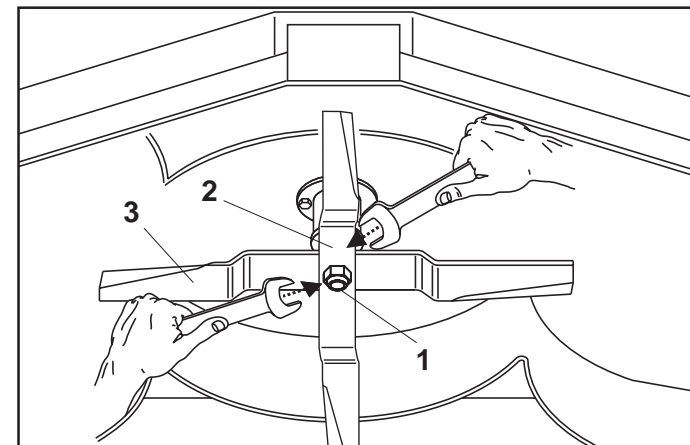

Fig. 15
- Per la versione «mulching» (Fig. 15), si ripetono le stesse operazioni.
- For «mulching» version (Fig. 15) carry out same operation.
- Für Version «Mulching» (Abb. 15) wiederholen dersebe Handlung.
- Pour version «mulching» (Fig. 15) exécuter même opération.
- Por versión «mulching» (Fig. 15) efectuar misma operación.